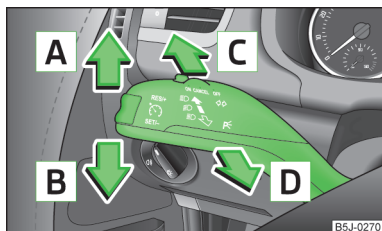

Fig. 42
- Trageți maneta de semnalizare » fig. 42 la pagina 59 înspre volan, împingeți-o în același timp în jos, și mențineți-o în această poziție.
- Trageți maneta de semnalizare » fig. 42 la pagina 59 înspre volan, împingeți-o în același timp în sus, și mențineți-o în această poziție.
Pozițiile manetei de operare » fig. 42.
- Apăsați maneta de operare » fig. 42 la pagina 59 în sus, respectiv în jos - se aprinde lampa de poziție de pe partea dreaptă, respectiv stângă a autovehiculului.